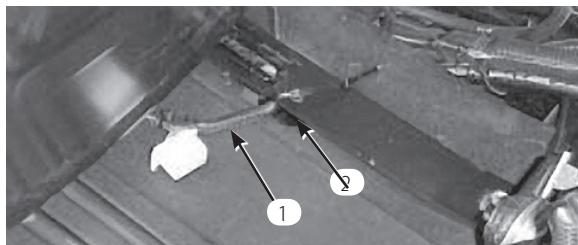

図6
7. 標準シートでは、座席を一番後ろまでスライドさせ、コードを引いて、使用しない方のコネクタが図6の位置にきたら2本のコードを束ねてストラップの一番後ろの穴に縛りつける (ケーブルタイはシートキットに付属)。